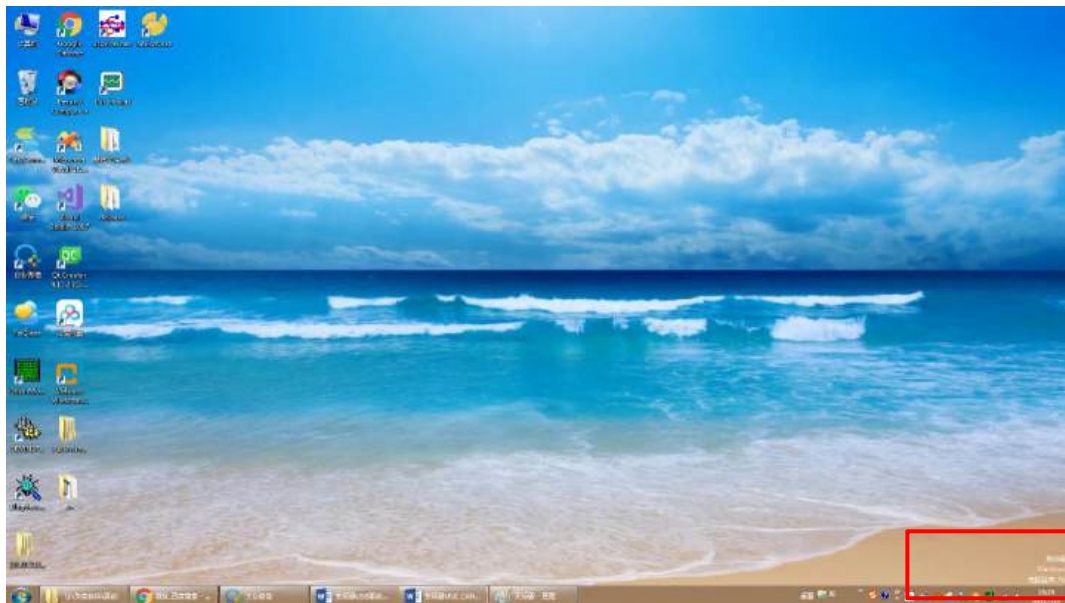

图 4-2-8. 测试模式
- 2) 重启电脑，右下角出现测试模式，如图 4-2-8 所示，表示可以进行驱动安装，否则继续进行上述步骤 1。